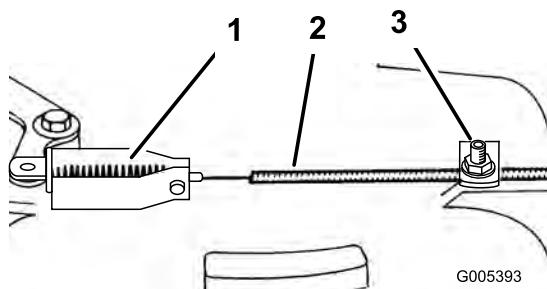

Figure 32
3. Desserrez la vis du serre-câble jusqu'à ce que la gaine du câble puisse coulisser (Figure 32).